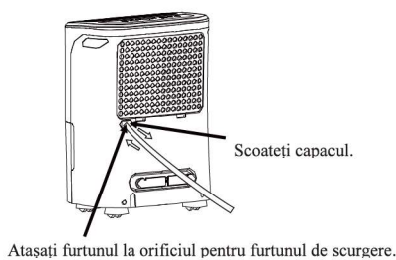

Fig.7
- Scoateți capacul de la orificiul furtunului de evacuare din spate. Atașați un furtun de evacuare (ID = 13,5 mm) și duceți-l la scurgerea podelei sau la o instalație de drenaj adecvată (a se vedea Fig.7).